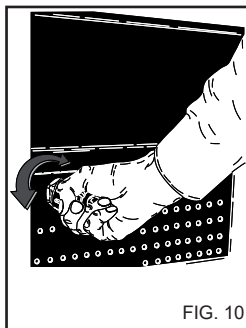

FIG. 10
Il dispositivo regolatore di pressione, fig. 10 permette di regolare la pressione di lavoro. Ruotando la manopola C in senso antiorario (B) (minimo) si ottiene così una riduzione della pressione di esercizio. La pressione di esercizio è sempre rilevabile in qualsiasi momento.